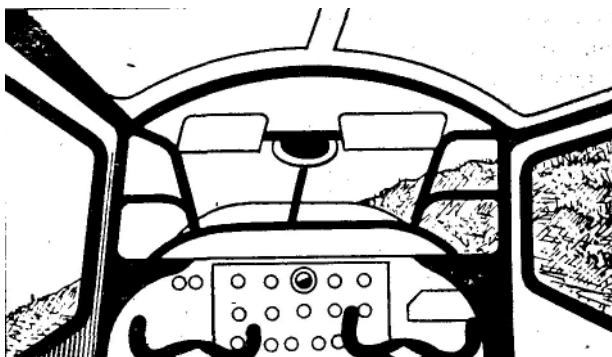

Рис. 11. Первый разворот с креном 15° в наборе высоты
1. Перед первым разворотом (рис. 11,12) на высоте (130— 150) м незначительно отжать штурвал от себя, увеличить скорость до 180 км/ч и осмотреться в следующем порядке: